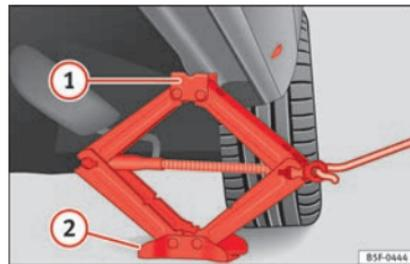

Abb. 76 Längsholm: Wagenheber ansetzen.
- Drehen Sie den Wagenheber* unter dem Aufnahmepunkt am Unterholm so weit hoch, bis sein Aufnahmehorn ① » **Abb. 76** unter der vorgesehenen Aufnahme steht.
- Richten Sie den Wagenheber* so aus, dass sein Aufnahmehorn ① in die dafür vorgesehene Aufnahme am Unterholm „greift“ und die bewegliche Grundplatte ② plan auf dem Boden aufliegt. Die Grundplatte ② muss sich dabei senkrecht unter dem Aufnahmepunkt ① befinden.